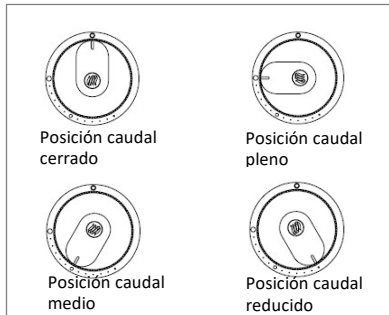

Imagen 2. Ajuste de la palanca de control
6. A continuación regule según desee la altura de la llama girando la o las palancas de control de caudal pleno (círculo grande) o caudal reducido (círculo pequeño) (consulte la imagen 2)